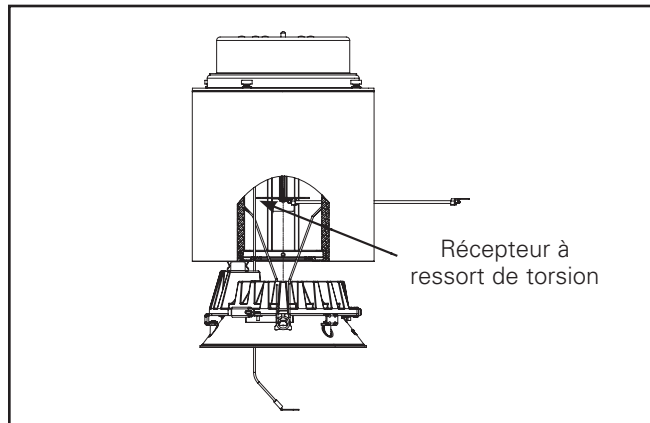

Figure 14.
7. Installez le moteur-générateur de lumière à DEL et l'assemblage de la garniture en insérant les ressorts de torsion dans les récepteurs à ressort situés à l'intérieur du boîtier. (Figure 14).